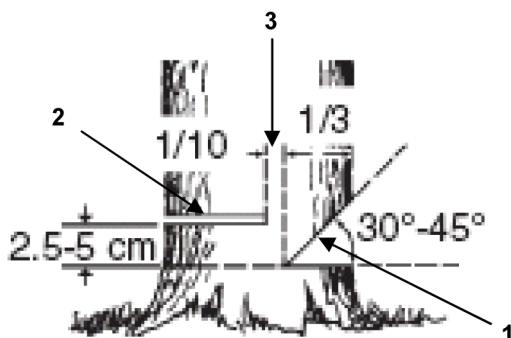

Рис. 14
4. Выберите направления падения дерева, для этого следует учесть силу и направление ветра, естественный наклон дерева, равномерность распределения веток в кроне дерева. Начните пилить с той стороны дерева, куда оно должно упасть (рис. 14)